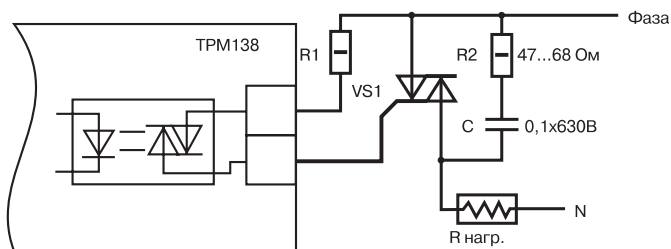
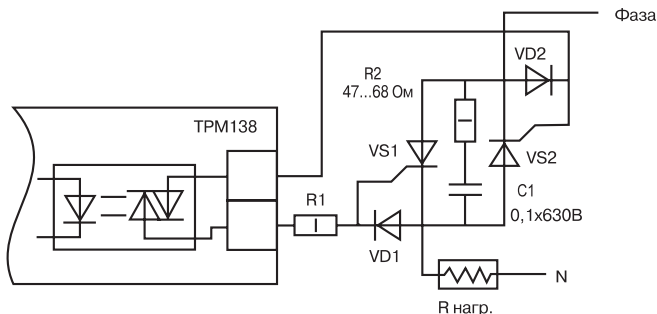

Рис. 15. Использование симисторной оптопары для управления силовым симистором
Рис. 16. Использование симисторной оптопары для управления силовыми тиристорами
Примеры использования симисторной оптопары для управления нагрузкой с помощью внешнего силового симистора, а также с помощью включенных встречно-параллельно тиристоров представлены соответственно на рис. 15 и рис. 16.
**Примечание.** RC-фильтры на рис. 15 и рис. 16 предназначены для защиты элементов схемы от высоковольтных бросков напряжения сети.